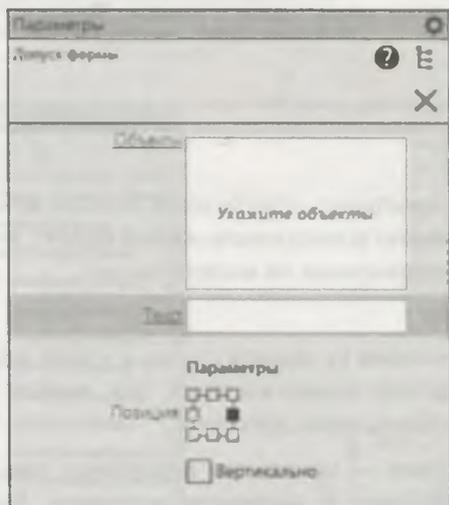

Рис. 28.15. Панель Параметри: Допуск формы
- ◆ ЛК мыши укажите точку, определяющую положение таблицы допуска. В графической области автоматически появляется таблица для ввода допуска (см. рис. 12.13). После указания обозначаемого объекта автоматически определяется положение плоскости обозначения. На панели **Параметры: Допуск формы** (рис. 28.15) выполните такие настройки: